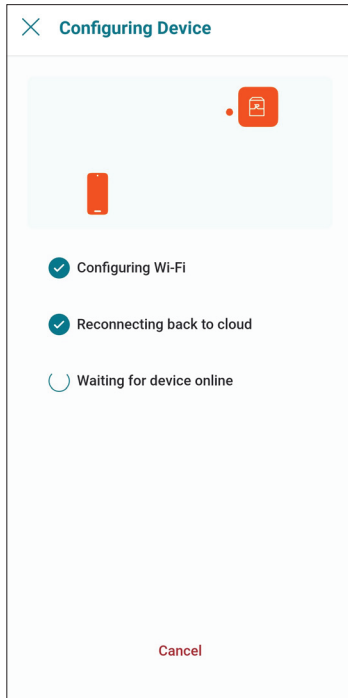

Figure 118. Configuration de l'appareil
- L'appli Raymote transmet les identifiants réseau Wi-Fi à votre appareil. Cela pourrait nécessiter quelques secondes, voir **Figure 118**.